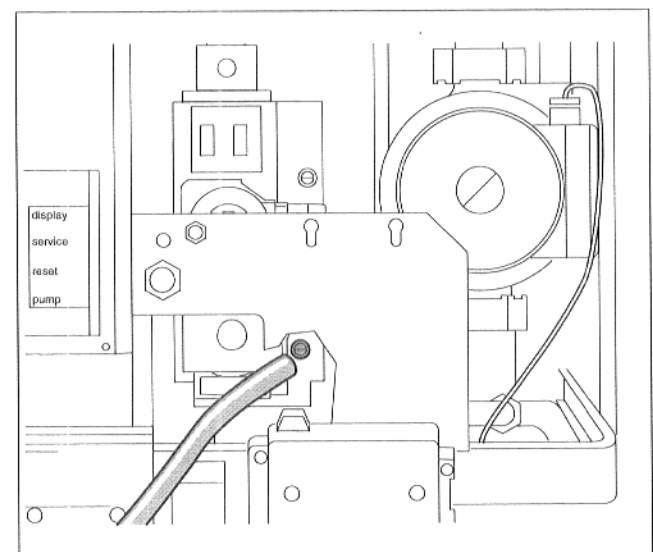

Abb. 19 Gasanschlußdruck messen
- Verschlussschraube am Prüfnippel für Gasanschlußdruck (Abb. 19) zwei Umdrehungen lösen.